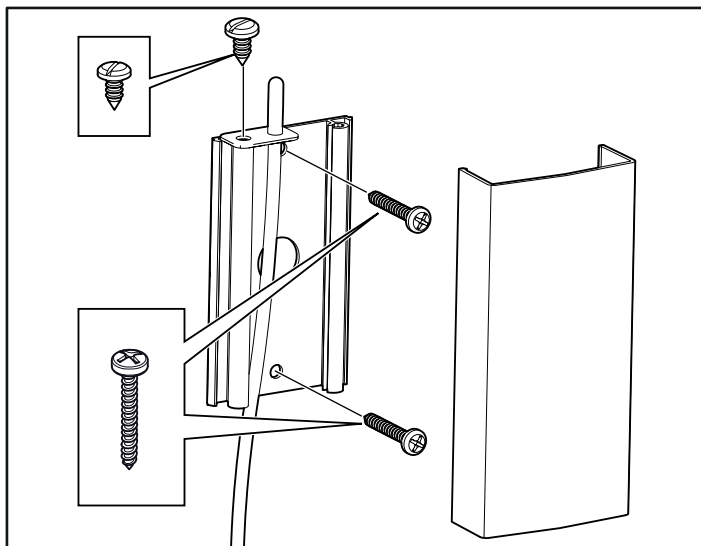
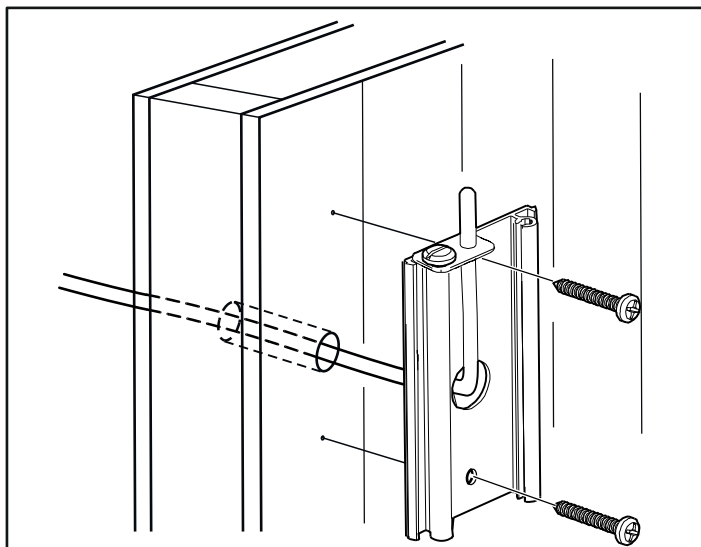

Рисунок 15: Установка датчика
Рисунок 16: Проведение проводки через стену.
- Установите датчик на стене (см. Рис. 15). Провод термистора также можно провести через стену. Герметично заделайте все отверстия в стене за датчиком (см. Рисунок 16, страница 38). Провод термистора может быть удлинен и выведен за пределы сауны, используя низковольтный провод (2-жильный).